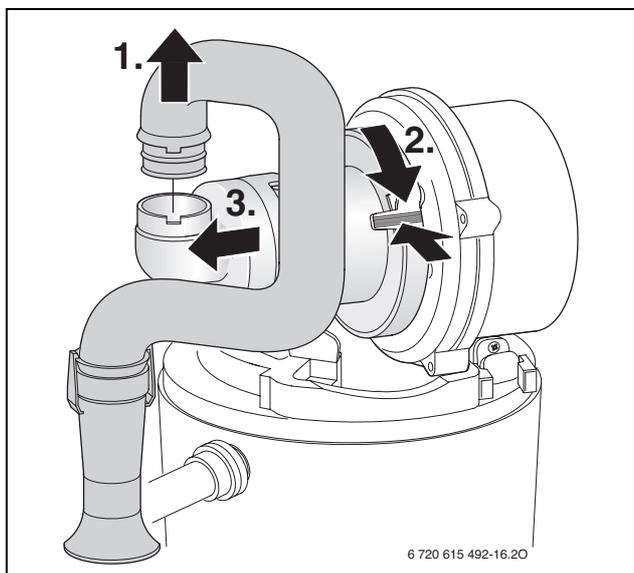
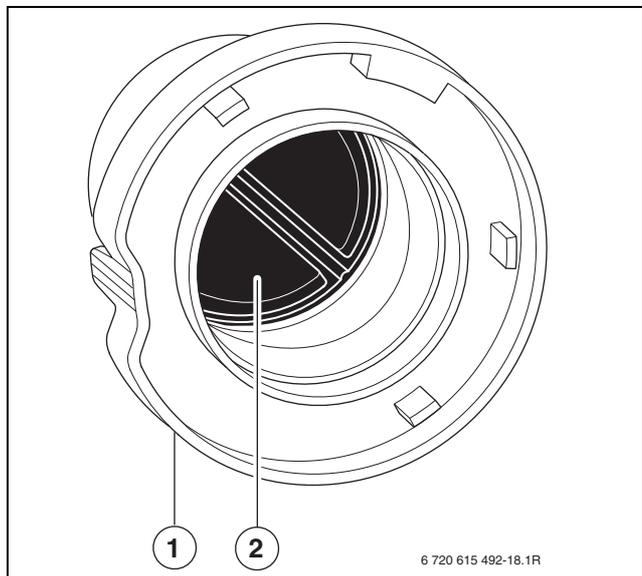

Fig. 63
Fig. 71
- ▶ Smontare il miscelatore (per le operazioni appena descritte seguire le fasi indicate nella fig. 63).
- ▶ Smontare il miscelatore aria/gas (fig. 71, [1]) seguendo la procedura come da fig. 63, pag. 56.